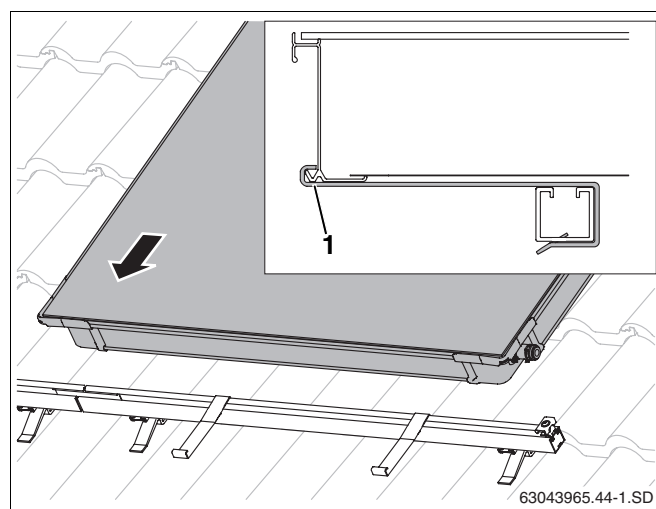

Fig. 43 Poser le premier capteur sur les rails profilés
- Poser le premier capteur sur les rails profilés et laisser glisser dans les dispositifs de sécurité anti-glissement (fig. 43).
Le bord inférieur du capteur doit se trouver dans l'orifice du dispositif anti-glissement (fig. 43, **pos. 1**).